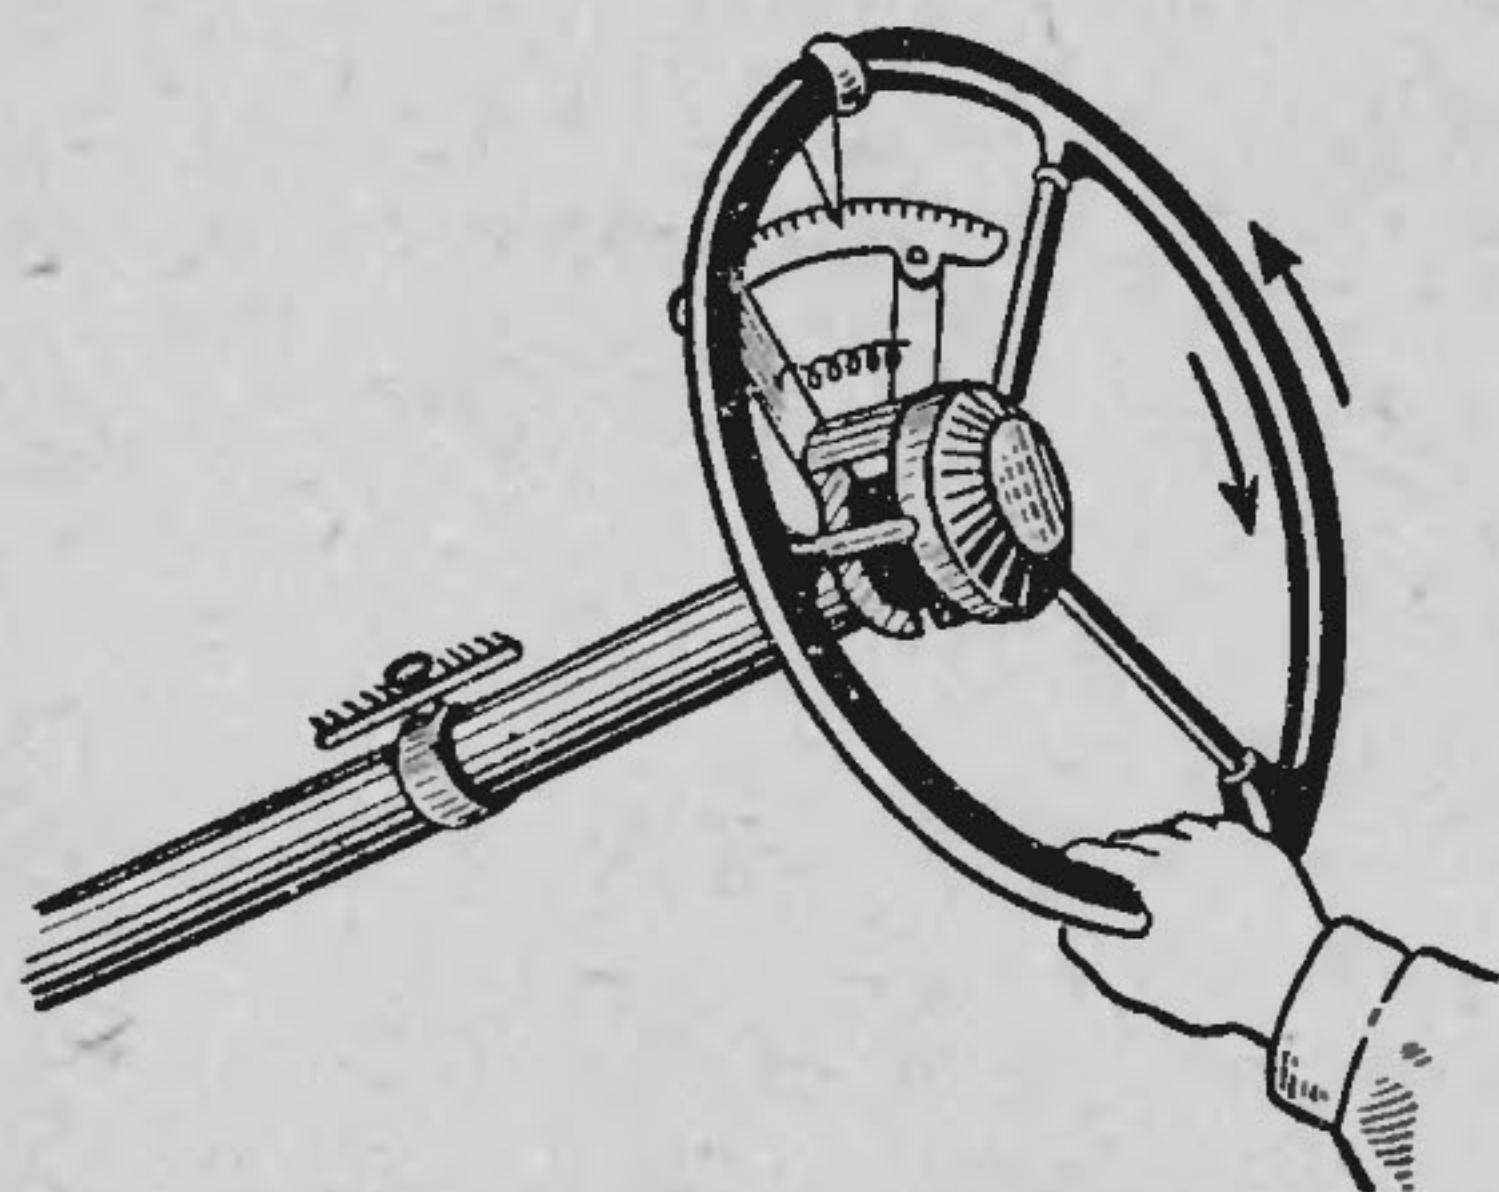

Рис. 13. Проверка углового свободного хода рулевого колеса
31. Проверить величину углового свободного хода рулевого колеса (рис. 13) при работающем насосе гидроусилителя и положении передних колес автомобиля для движения по прямой. Если она превышает 15° при отсутствии заметного люфта в сочленениях рулевых тяг, отрегулировать рулевой механизм (см. технологическую карту № 4).